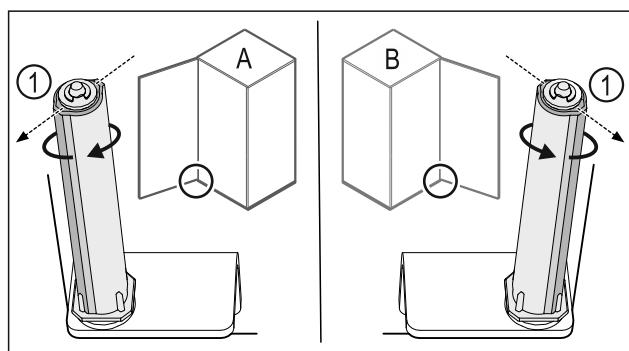

Fig. 39 Lewy ogranicznik (A) / prawy ogranicznik (B)
- ▶ Przekręcić system blokujący w kierunku przeciwnym do oporu, aż pręt systemu blokującego Fig. 39 (1) będzie skierowany na zewnątrz.